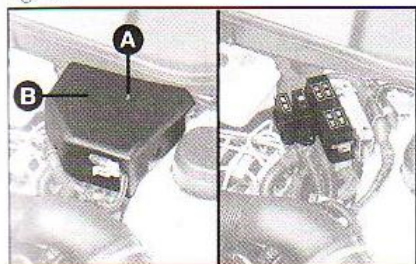
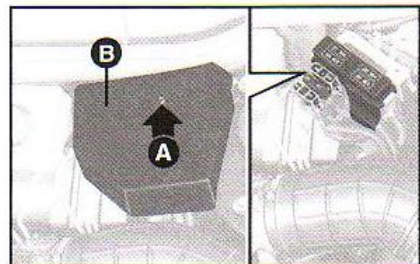

fig. 56
fig. 57
- Retirar o parafuso A-fig. 56 ou A-fig. 57 e remover a tampa de proteção B.
**Fusíveis no vão do motor - fig. 57 ou 61.**